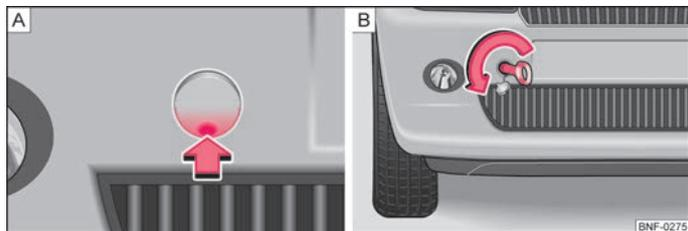

Fig. 112 Paraurti anteriore: Copertura / montaggio dell'occhione di traino
- Premere sulla parte inferiore della copertura (freccia) ⇒ fig. 112 - **A** per sbloccare il gancio della copertura.
- Avvitare manualmente l'occhione di traino nel senso indicato dalla freccia fino all'arresto ⇒ fig. 112 - **B**. Per il serraggio si consiglia di utilizzare ad es. la chiave, l'occhione di un altro veicolo oppure un oggetto simile da poter inserire nell'occhione.